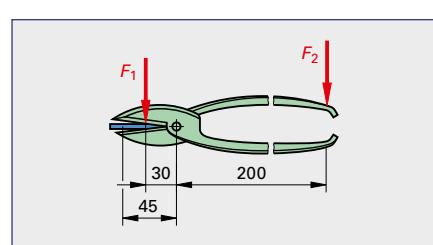

Bild 5
- Das Bodenblech aus DX51D+Z wird mit der Handblechschere (**Bild 5**) ausgeschnitten. Für die Scherfläche wird 1 mm^2 angenommen.